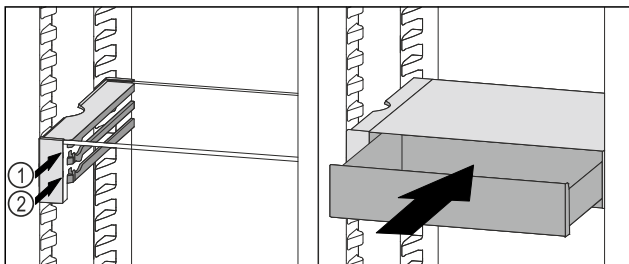

Fig. 220
- Vendosni sirtarin VarioSafe prapa ndaluesve në brinjën që dëshironi *Fig. 220 (1)* ose *Fig. 220 (2)*.